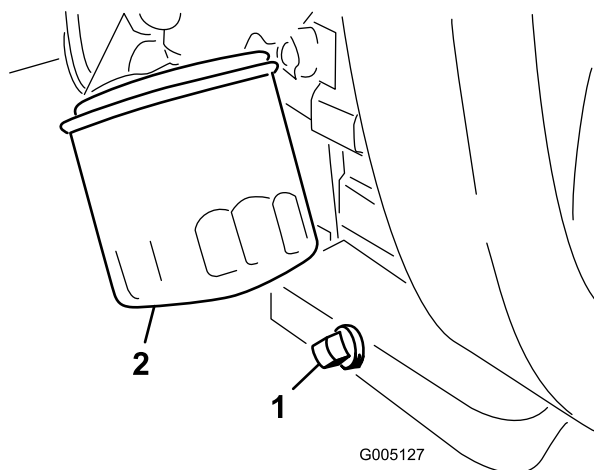

図 34
2. オイルフィルタ（図 34）を外す。新しいフィルタのガスケットに薄くエンジン・オイルを塗る。
1. ドレン・プラグ（図 34）を外してオイルを容器に受ける。オイルが抜けたらドレン・プラグを取り付ける。